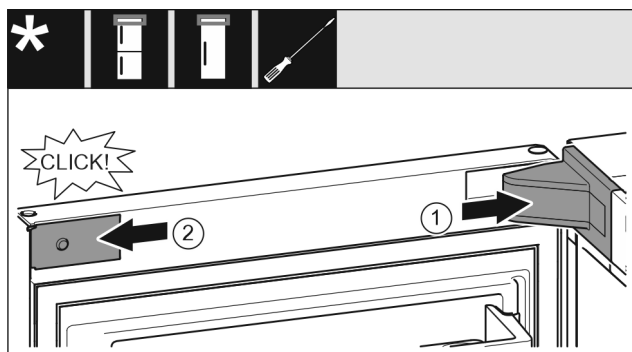

Fig. 59
- Mettre en place le cache du support de palier Fig. 59 (1) et l'enclencher. Au besoin, l'écarter avec précaution.
- Placer le cache Fig. 59 (2) sur le côté et l'enclencher.